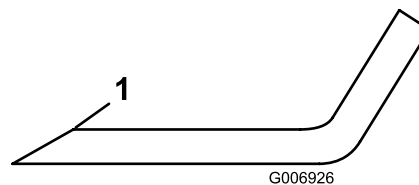

Bild 34
1. Schärfen Sie die Schnittkante an beiden Enden des Messers mit einer Feile (Bild 34). Behalten Sie den ursprünglichen Winkel bei. Das Schnittmesser behält seine Auswuchtung bei, wenn von beiden Schnittkanten die gleiche Materialmenge entfernt wird.